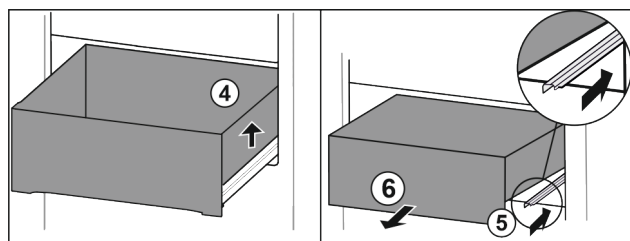

Fig. 69
- ▶ Soulever le tiroir sur la droite. Fig. 69 (4)
- ▶ Rentrer le rail de droite. Fig. 69 (5)
- ▶ Retirer le tiroir par l'avant. Fig. 69 (6)